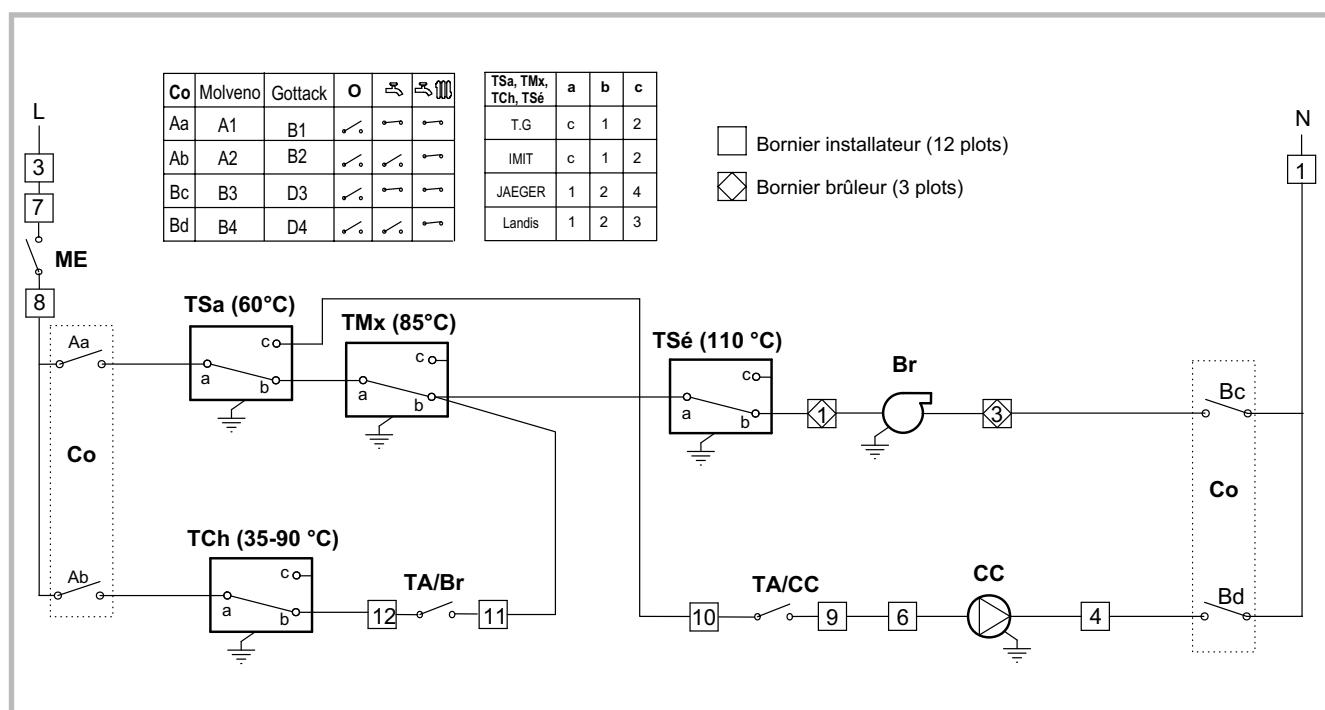

Figure 17 - Schéma électrique de principe
- Effectuer les raccordements suivant les schémas fig. 17 et 18